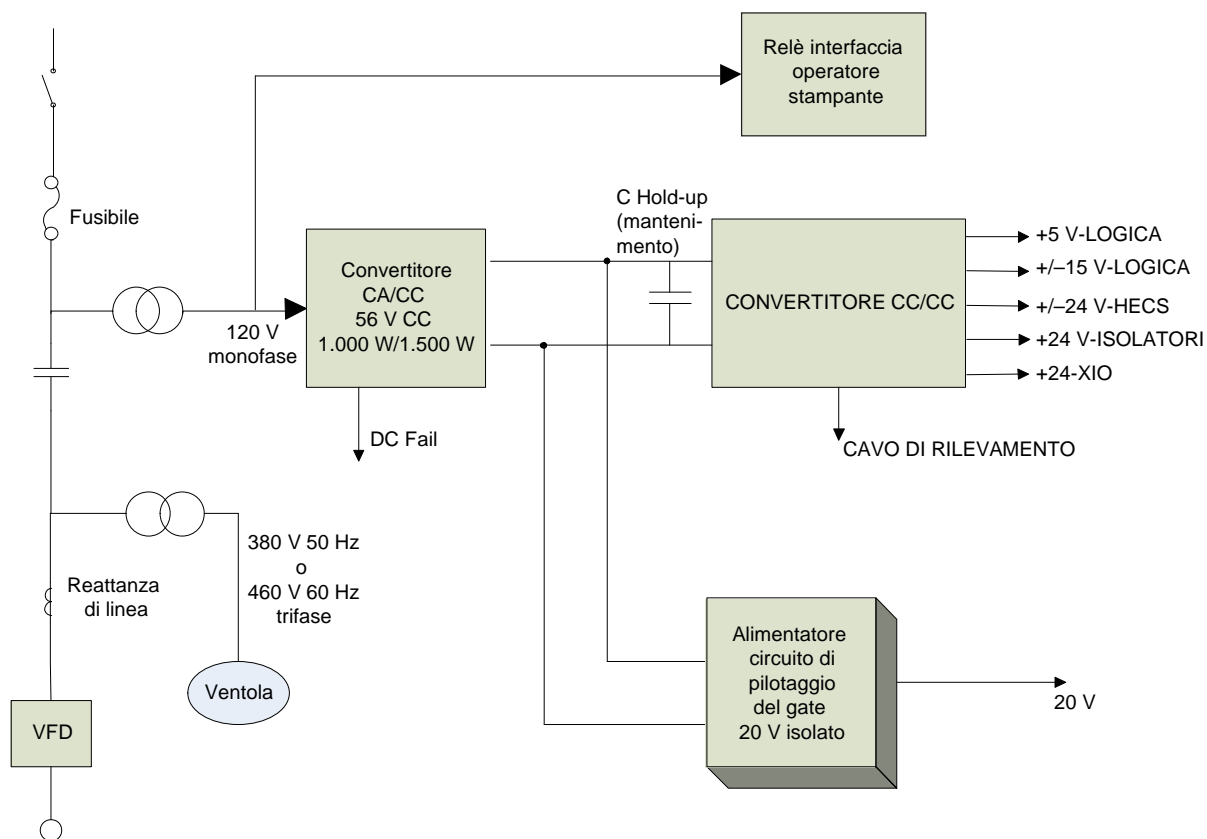

Figura 4.27 – Raddrizzatore AFE con bus CC DTD (Configurazione 1)
– fare riferimento alla Figura 4.27
La Figura 4.27 illustra la distribuzione della alimentazione di controllo per gli inverter AFE con avviatore/reattanza di linea integrati.